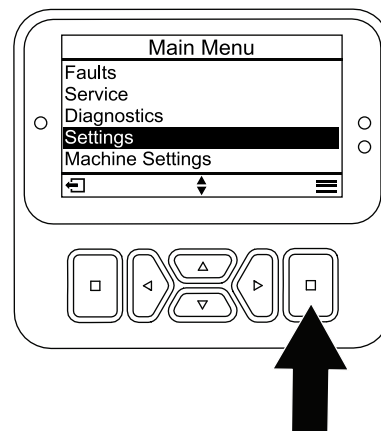

Figura 33
1. En el menú PRINCIPAL, vaya al menú AJUSTES y pulse el botón Seleccionar (Figura 33).